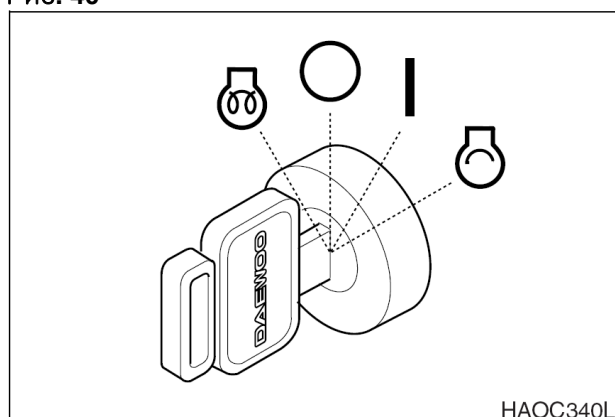

Рис. 41
- Выключить двигатель поворотом ключа стартера в положение "O" (**OFF**) (рис. 41).